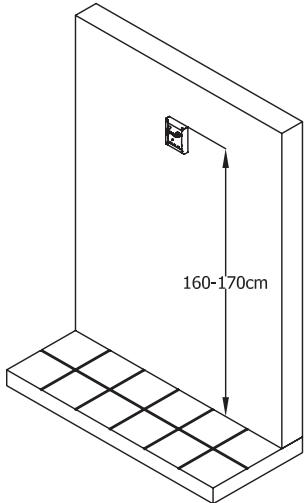
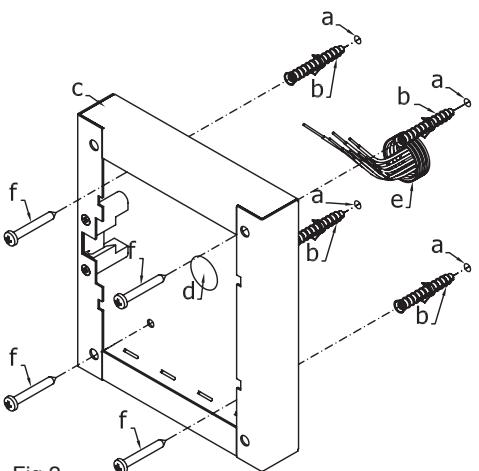

Fig.1
Fig.2
1. Place the surface box against the wall (165-170cm between the top of the box and the floor lever as shown in figure 1) and mark the fixing holes for the wall plugs and hole for the cables e (fig.2). Observe the orientation of the box with the hinge on the left;
2. As shown on figure 2, drill the fixing holes a insert the wall plugs b and feed the cables e through the surface box opening d, fix surface box to the wall using the screws ; f
1. Protect the module support frame fixing holes from dust then embed the back box into the wall (165-170cm between the top of the box and the floor level as shown on the figure 1) feeding the cables e (fig.2) through a previous opened hole in the box. Observe the direction of the box ensuring the hinge is on the left and take care that the box profile is in line with the finished wall profile;
1. Appoggiare la scatola da superficie alla parete lasciando circa 165-170cm tra la parte alta della scatola ed il terreno come mostrato in figura 1 quindi prendere i riferimenti per i fori di fissaggio tenendo presente che il gruppo di fili e (fig.2) deve passare attraverso l'apertura d presente sulla scatola da superficie. Se non indicato, il verso di montaggio della scatola deve essere tale da far rimanere la cerniera sulla sinistra;
1. Dopo aver opportunamente protetto i fori di fissaggio per il supporto moduli, murare la scatola da incasso ad una altezza tale da avere circa 165-170cm tra la parte alta della scatola e il terreno avendo cura di far passare il gruppo di fili e (fig.2) attraverso uno dei fori precedentemente aperti sul fondo della scatola. Se non indicato sul fondo della scatola, il verso di muratura deve essere tale da lasciare la cerniera sulla sinistra. Fare attenzione affinché la scatola sia murata a filo muro finito;